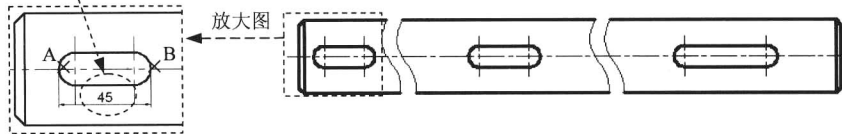

图 1.1.22 创建线性标注
(1) 创建线性标注。选择下拉菜单 **标注(B)** → **线性(L)** 命令，分别单击图 1.1.22 中所示的 A、B 两点，在绘图区的空白区域单击，以确定尺寸放置的位置。